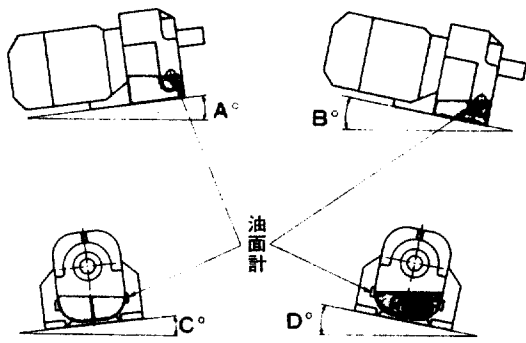

図1 許容傾斜角度
(2) オイル潤滑機種……図1および表4の制限があります。表4を超えて使用される場合は当社まで御照会下さい。